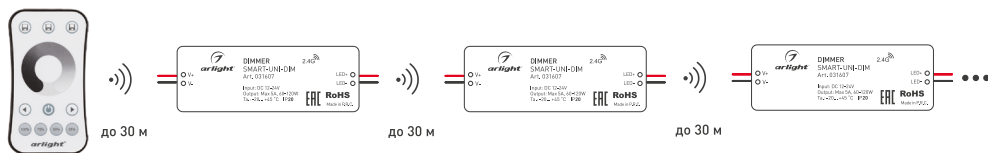

Рисунок 2. Ретрансляция сигнала от пульта ДУ [до 30 м на открытом пространстве]
- 3.7. Все диммеры автоматически ретранслируют сигнал от пульта ДУ или панели управления (рисунок 2). Расстояние между диммерами на открытом пространстве может достигать 30 м.